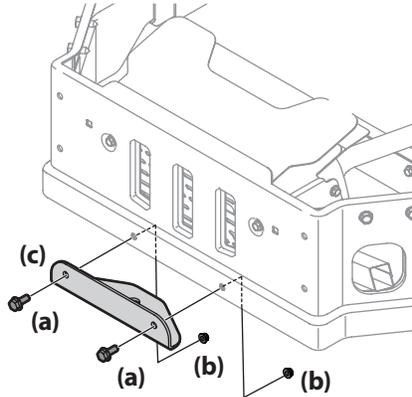

Figure 2-10
1. Retirez les boulons hexagonaux (a) et les écrous autobloquants à bride (b) qui fixent l'attache de remorquage (c) au pare-chocs. Voir Figure 2-10.